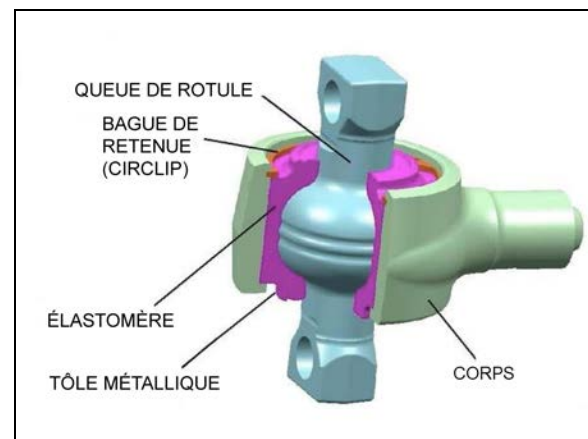

FIGURE 6: CONSTRUCTION DU JOINT SPHÉRIQUE
- fissure radiale de la tôle métallique externe (Figure 6)